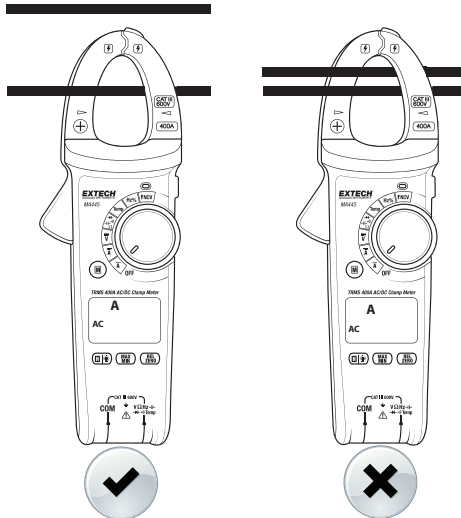

Fig. 2 – Pinçage d'ACA correct et incorrect
4. Placez la pince autour d'un seul conducteur. Reportez-vous à la figure 2 pour connaître les bonnes et mauvaises manipulations de la pince.
4. Appuyez sur le dispositif d'ouverture de la mâchoire pour qu'elle s'ouvre. Placez la pince autour d'un seul conducteur. Reportez-vous à la figure 2 (section précédente) pour connaître les bonnes et mauvaises manipulations de la pince.